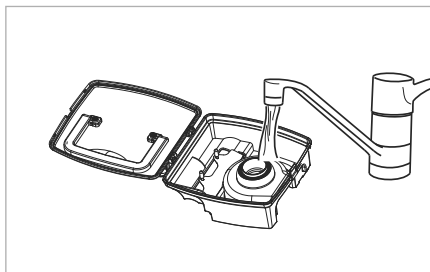

Fig. 12
- 5) Lavare il contenitore della polvere **14** con acqua fredda o tiepida (vedere fig. 12). Fare asciugare completamente il contenitore della polvere **14** all'aria prima di reinserirlo nell'apparecchio.